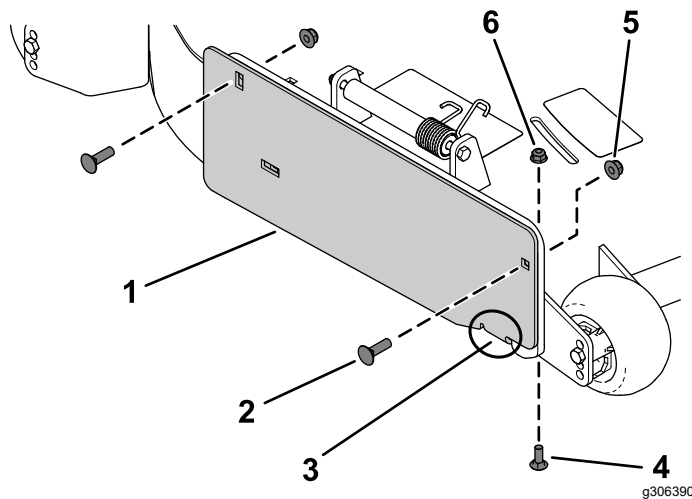

Figura 3
1. Sujete la tapa/placa de descarga al exterior del soporte de montaje usando 2 pernos de cuello cuadrado (3/8" x 1 1/4") y 2 contratuercas (3/8"), como se muestra en la Figura 3.
2. Fije la pestaña al interior de la carcasa de corte con 1 perno de cuello cuadrado (5/16" x 7/8") y 1 tuerca con arandela prensada (5/16"), como se muestra en la Figura 3.